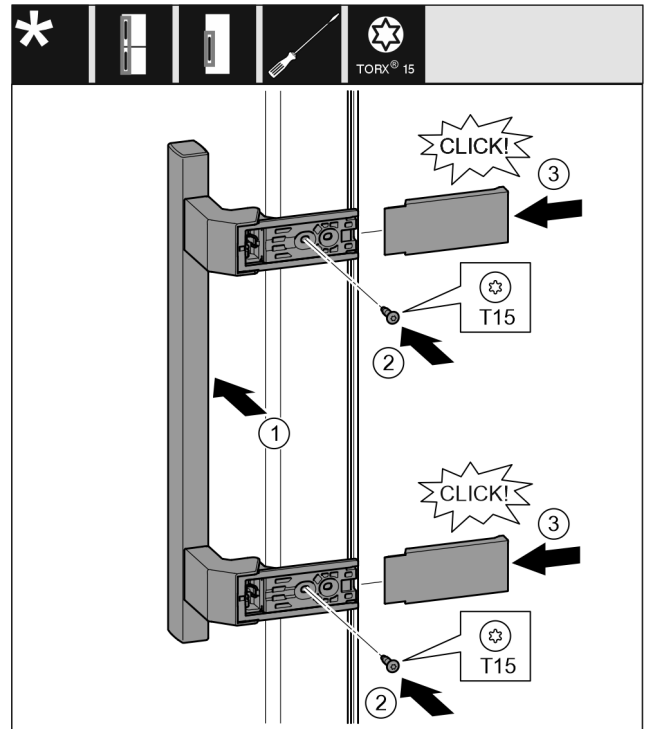

Fig. 14
- ▶ Tegye fel a fogantyút a másik oldalra. Fig. 14 (1)
- ▶ Húzza meg a csavarokat a T15 csavarhúzóval. Fig. 14 (2)
- ▶ Tegye fel az oldalsó fedeleket, és tolja fel őket. Fig. 14 (3)